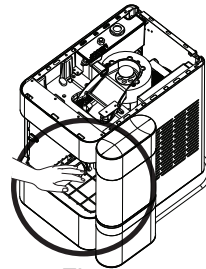

Figure 5
- Nettoyez les capteurs avec du vinaigre et essuyez avec de l'eau. Voir les figures 5, 6 et 7 pour référencer l'emplacement des capteurs. L'apparence peut varier selon le modèle.
10. Débranchez le haut des tuyaux de vidange à l'arrière de l'appareil. Voir la figure 5.